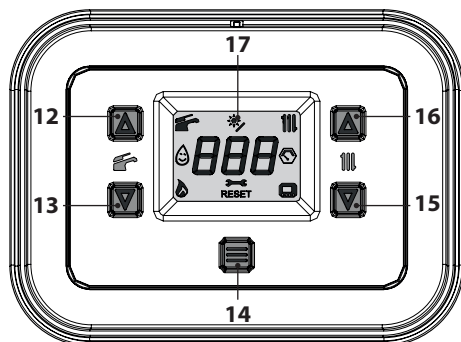

Figura 6.6
- Tenere premuto per 5 secondi il tasto 14 fino a far apparire sul display entrambe i simboli e (Figura 6.6).
- Spegner la caldaia tenendo premuto per 5 secondi il tasto 14 (Figura 6.6) fino a far apparire sul display LCD il simbolo (i trattini vengono accesi in sequenza per simulare uno scorrimento) (Figura 6.5).